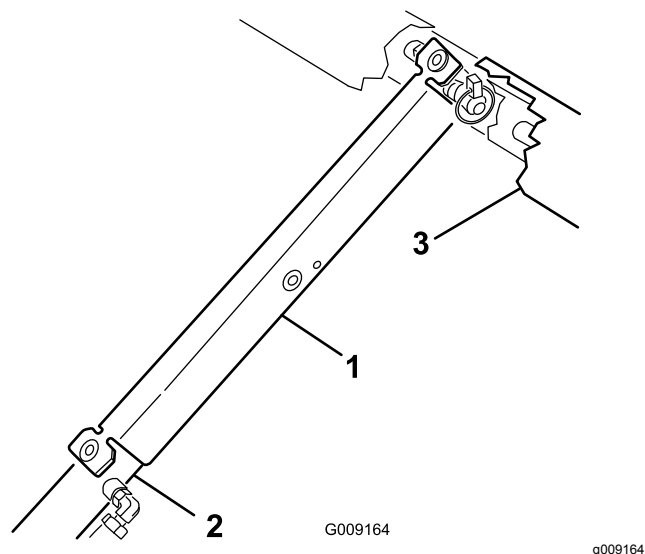

図 22
3. サポートをシリンダロッドにはめ込んで、安全サポートの端部でシリンダバレルの端とシリンダロッドの端を確実に支える 図 22。